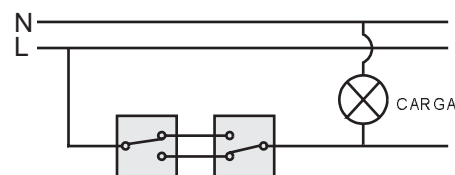
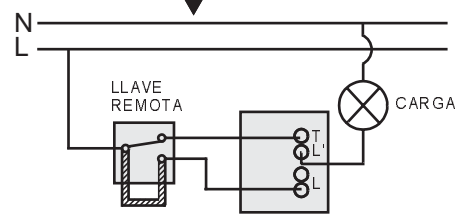

FIG.6
FIG.7
■ Cuando reemplace solamente un interruptor de dos vías por un OS-472 referirse a las FIG.6 y FIG.7 de conexionado. Agregar un puente en la llave remota.
- Cuando el sensor reemplaza a un interruptor de dos vías ( Ver FIG.6&FIG.7 ), el interruptor remoto disparara al temporizador del sensor de acuerdo al tiempo preestablecido, cuando el sensor este en modo " AUTO ". Por lo tanto ahora el circuito de dos vías es controlado por el sensor ( solamente el OS-472).